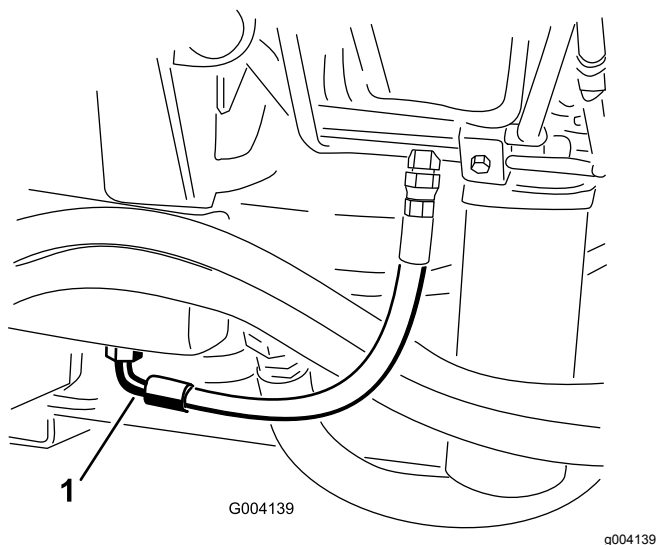

Рисунок 58
2. Установите большой сливной поддон под штуцер, расположенный в нижней части бака с гидравлической жидкостью (Рисунок 58).